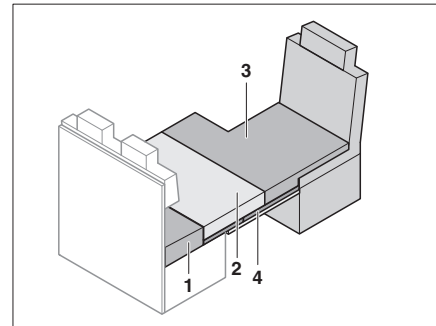

Fig. 193 Después de la transformación
- Poner el cojín adicional (Fig. 193,3) sobre el asiento del conductor.
- Poner el cojín del asiento (Fig. 193,2) en el apoyo de cama de reserva.